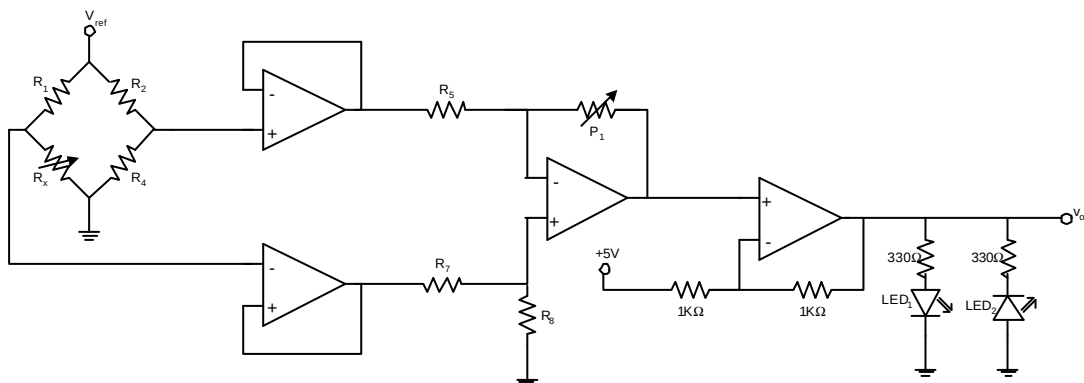

Figura 4
3. Explicar, na Figura 4, a introdução do potenciómetro P_1 . Considerar que o LED₁ é vermelho e que o LED₂ é verde. Dizer em que condições é que eles se encontrarão acesos.